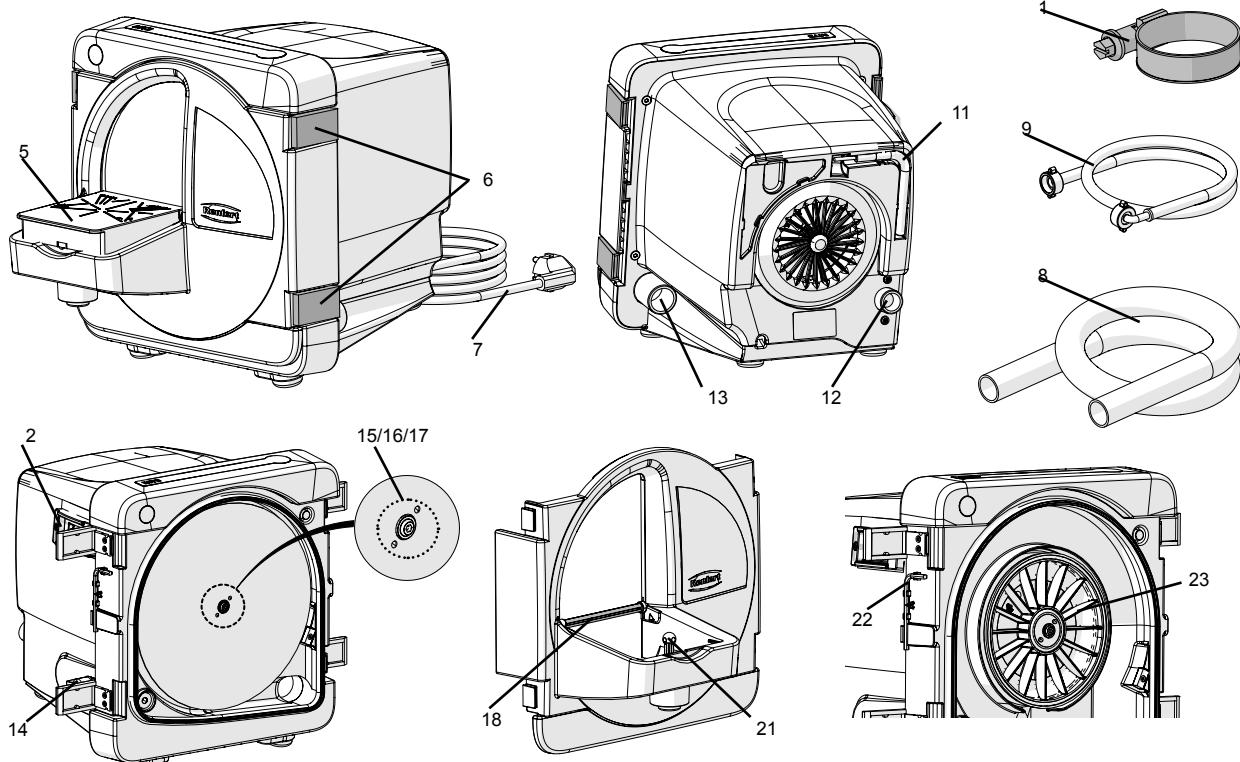

Fig. 1
- Conectati la reteaua principală (7, Fig. 1, 2).
Porniti si opriti aparatul de la butonul On/Off (2, Fig. 1).